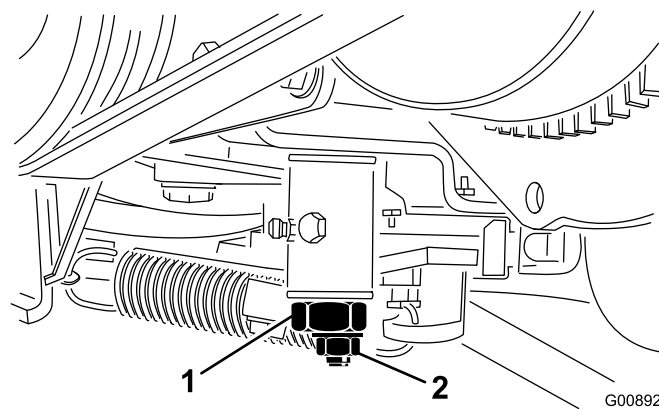

図 53
4. トラクション調整カムのロックナットをゆるめる (図 53)。